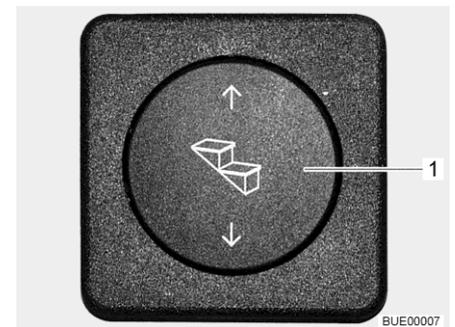

Bild 8 Bedientaster Eintrittsstufe
- Wipptaster (Bild 8,1) unten drücken und gedrückt halten (mindestens 3 Sekunden), bis die Eintrittsstufe vollständig ausgefahren ist.
- Wipptaster (Bild 8,1) oben drücken, bis die Eintrittsstufe vollständig eingefahren ist.